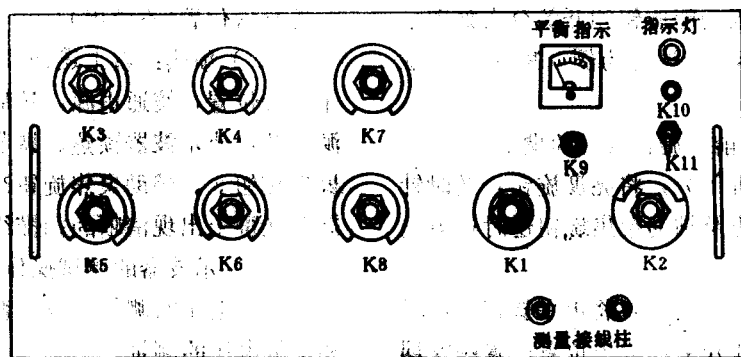

图 1-12
2. 交流电桥的使用 635型阻抗电桥是一种典型的交流电桥，既可用于测量电阻、电感及电容等参数，也可用于进行损失角的测量，其外形及旋钮、开关布置如图1-12所示。635型交流电桥测试操作步骤如下所述。